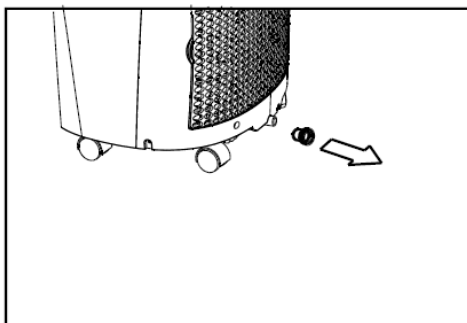

Abb. 23*
- Wenn der Wasserstand in der Bodenwanne ein bestimmtes Niveau erreicht, gibt das Gerät 8 Pieptöne ab und am Display erscheint "P1". Der Klimatisierungs- / Entfeuchtungsprozess stoppt sofort. Der Lüftermotor läuft jedoch weiter (das ist normal). Bewegen Sie das Klimagerät vorsichtig zu einer Stelle, wo Sie den Drainagestöpsel entfernen und das Wasser abfließen lassen können (Abb. 23*). Schalten Sie das Gerät neu und die Anzeige P1 verschwindet. Wenn der Fehler weiter auftritt, rufen Sie bitte den Servicedienst.
- Entfernen Sie den Stöpsel am Bodenwannen-Kondensatablauf, um das Wasser abzulassen (Siehe Abb. 23*)